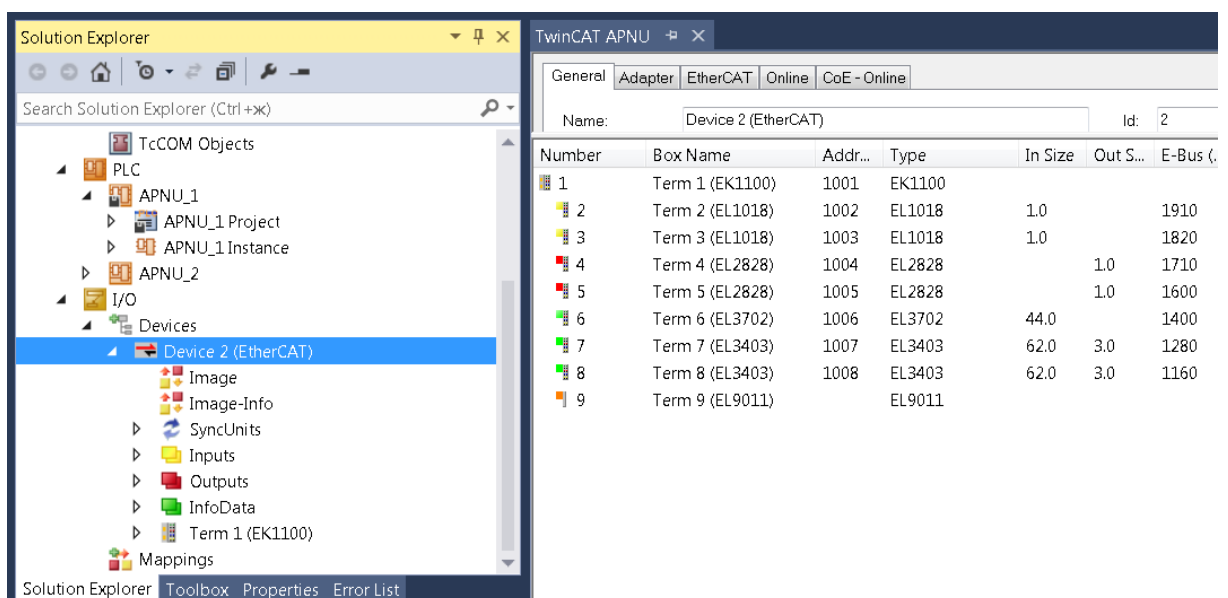

Рисунок 10 — Перечень подключенных устройств (модулей) в TwinCat 3
4. Для отображения подключений необходимо выбрать «Device 2» и просканировать (Scan Box) в режиме конфигурации. В дереве «Device 2» (EtherCat) будут отражены все подключенные к сетевой карте устройства, в данном случае, подключена функциональная группа № 1 (Term 1 (EK 1100) с модулями (EL 1018, EL 2828, EL 3702, EL 3403...), рисунок 10.